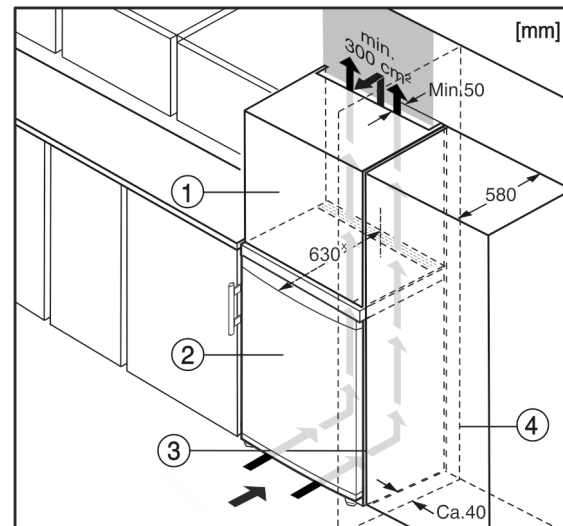

Fig. 8
Das Gerät kann mit Küchenschränken umbaut werden. Um das Gerät Fig. 8 (2) der Küchenzeilenhöhe anzugleichen, kann über dem Gerät ein Aufsatzschrank Fig. 8 (1) angebracht werden.
Beim Umbau mit Küchenschränken (Tiefe max. 580 mm) kann das Gerät direkt neben dem Küchenschrank Fig. 8 (3) aufgestellt werden. Das Gerät steht seitlich 34 mm \* und in der Gerätemitte 50 mm \* gegenüber der Küchenschrankfront vor.
Wenn das Gerät mit den Scharnieren neben einer Wand Fig. 8 (4) aufgestellt wird, muss der Abstand zwischen Gerät und Wand mindestens 40 mm betragen. Dies entspricht dem Griffüberstand bei geöffneter Tür.